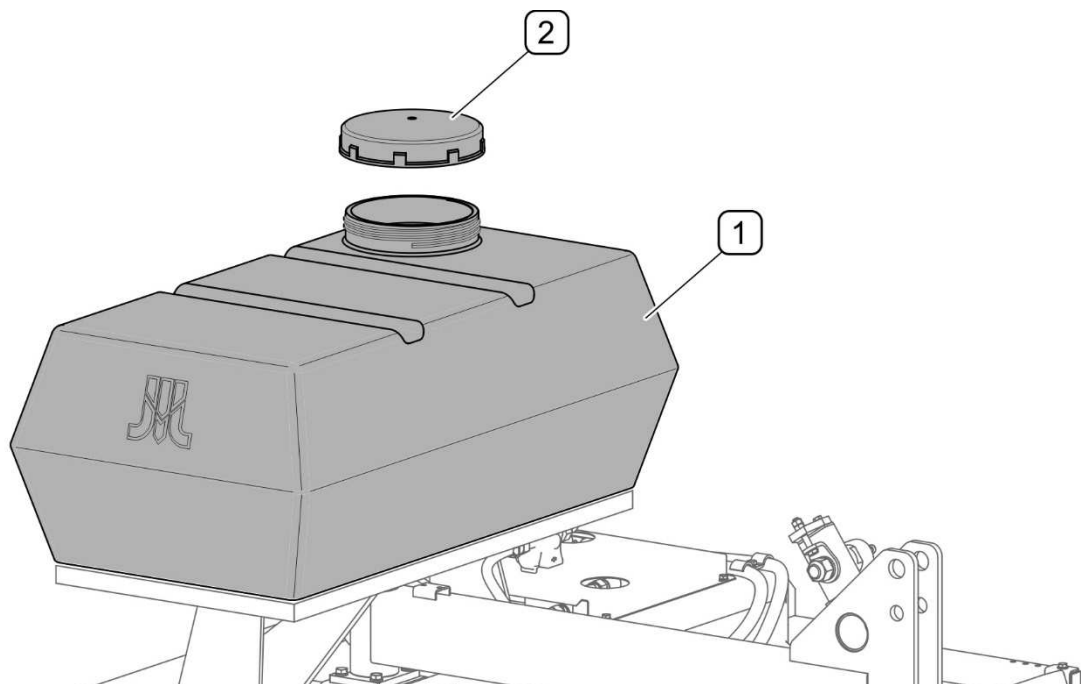

ABB. 4.3 Wasserbehälter der Sprühvorrichtung
(1) - Wasserbehälter; (2) - Einfüllstutzen;
Das Befüllen des Wassertanks (1) erfolgt über die Einfüllöffnung, die mit einem Verschluss (2) mit Entlüftung verschlossen wird (ABB. 4.3). Der Tank hat ein Fassungsvermögen von 200 Litern.